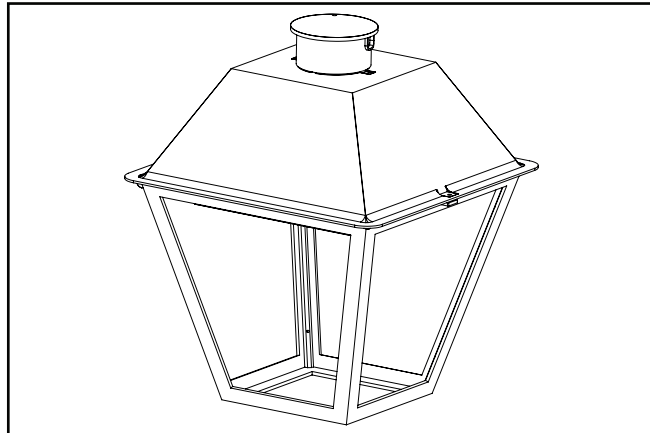
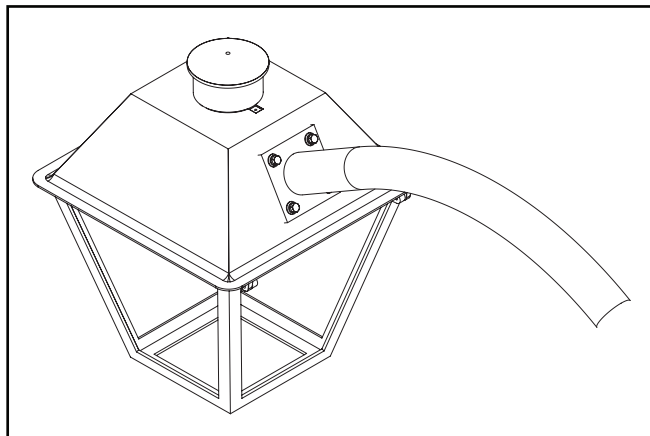

Figura 1.
Figura 3.
Instalación (Figura 1 - Figura 3)
1. Levante la luminaria de la caja de cartón y colóquela sobre una superficie plana con la lente inferior apuntando hacia abajo (Figura 1). Si la luminaria viene sin lentes, evite tocar la lente LED en el interior durante la instalación y el manejo.
4. Para unir el brazo de desplazamiento al poste (Figura 3), consulte las instrucciones de instalación del brazo de desplazamiento (provisto por otros).